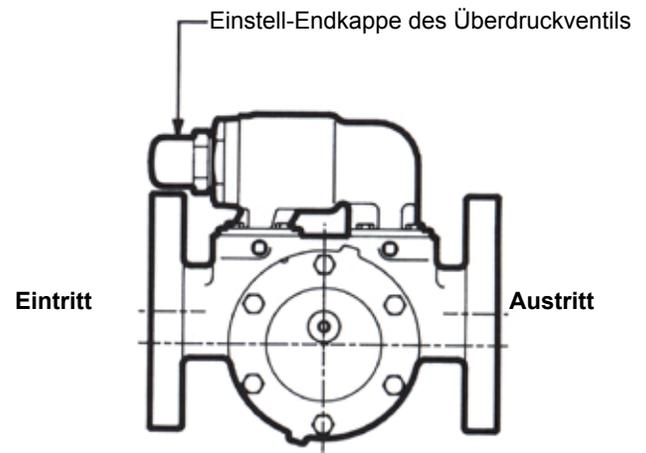

ABBILDUNG 4
4. Die Einstellkappe des Überdruckventils muß immer in Richtung der Eintrittseite der Pumpe zeigen, siehe Abbildung 4. Bei Änderung der Drehrichtung muß das Überdruckventil ausgebaut und umgedreht werden. (Lesen Sie zuerst die Angaben zu weiteren Arbeitsschritten in **Pumpenrotation** auf Seite 10).